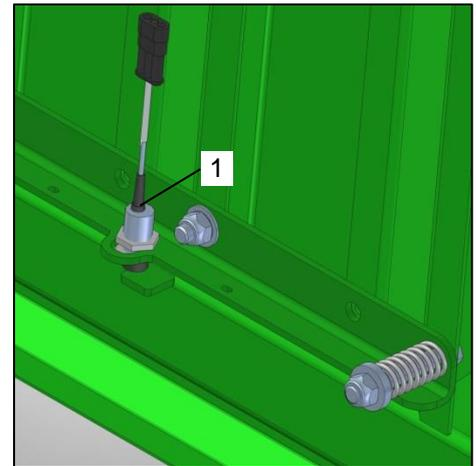

Bild 97: Stirnwand Sensor mitte
Das Schneidwerk (Bild 97 / Pos.1) verfügt über eine Kontrolleinrichtung. Ist der Schneidwerkrahmen (Bild 97 / Pos.1) nicht vollständig eingeschwenkt und liegt somit noch nicht an den Stellschrauben (Bild 97 / Pos.4) an, wird der Sensor (Bild 97 / Pos.2) geschaltet. Die Diode am Sensor (Bild 97 / Pos.2) leuchtet und das Terminal Display signalisiert das ausgeschwenkte Schneidwerk (Bild 97 / Pos.2).
Zur Einstellung des Sensors (Bild 97 / Pos.2) muss wie folgt vorgegangen werden:
- Schwenken Sie das Schneidwerk (Bild 97 / Pos. 1) vollständig ein. Es liegt somit an den Stellschrauben (Bild 97 / Pos. 4) an.
- Lösen Sie am Sensor- Halter die Muttern (Bild 97 / Pos.3).
- Verschieben Sie den Sensor (Bild 97 / Pos.2), bis die Leuchtdiode am Sensor (Bild 97 / Pos.2) erlischt.
- Halten Sie den Sensor (Bild 97 / Pos.2) in dieser Position und ziehen Sie die Mutter (Bild 97/ Pos.3) wieder an.